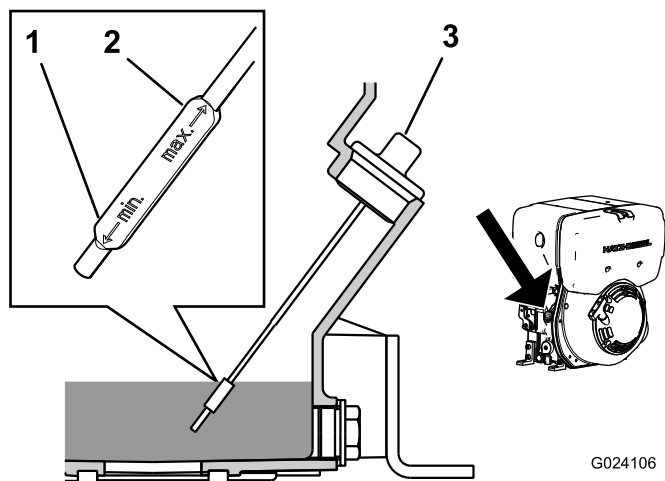

Figura 26
6. Limpe a área ao redor da vareta de nível (Figura 26), evitando a entrada de sujeira no bocal de enchimento e os danos consequentes ao motor.